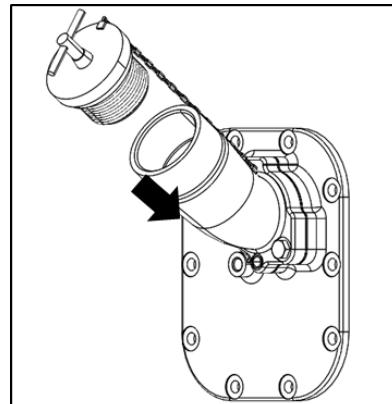

Рисунок 4.1A – Заливная горловина
- Залив моторного масла (рис. 4.1A)